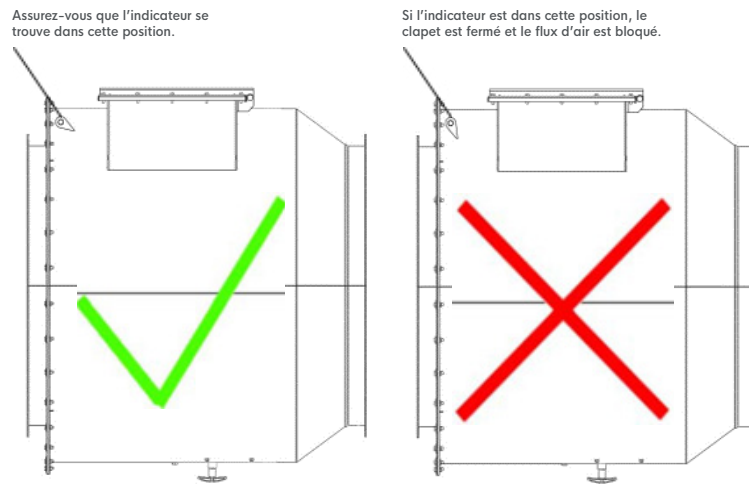

Figure 11. Indicateur de position
Étape 2 : assurez-vous que l'indicateur soit dans la bonne position (Figure 11).